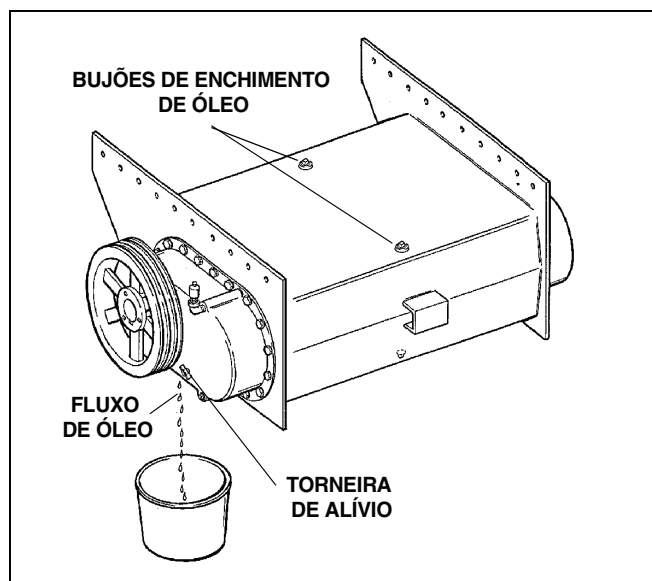

Figura 4-3. Verificando o Nível do Óleo
2. Abra as torneiras de alívio (uma em cada lado) e verifique o fluxo de óleo. Se houver fluxo de óleo, feche imediatamente as torneiras de alívio. O nível do óleo estará correto se o óleo fluir de **ambas** as torneiras de alívio. Consulte a Figura 4-3.